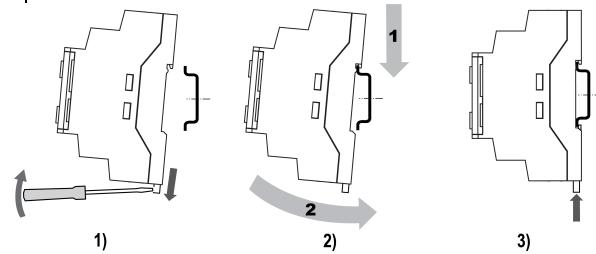

Рисунок 1 – Монтаж и демонтаж прибора
- Подготовить на DIN-рейке место для установки прибора в соответствии с размерами прибора (см. рисунок 1).
- Вставив отвертку в проушину, оттянуть защелку (см. рисунок 1, 1). Прибор установить на DIN-рейку.
- Прибор прижать к DIN-рейке (см. рисунок 1, 2, стрелки 1 и 2). Отверткой вернуть защелку в исходное положение.